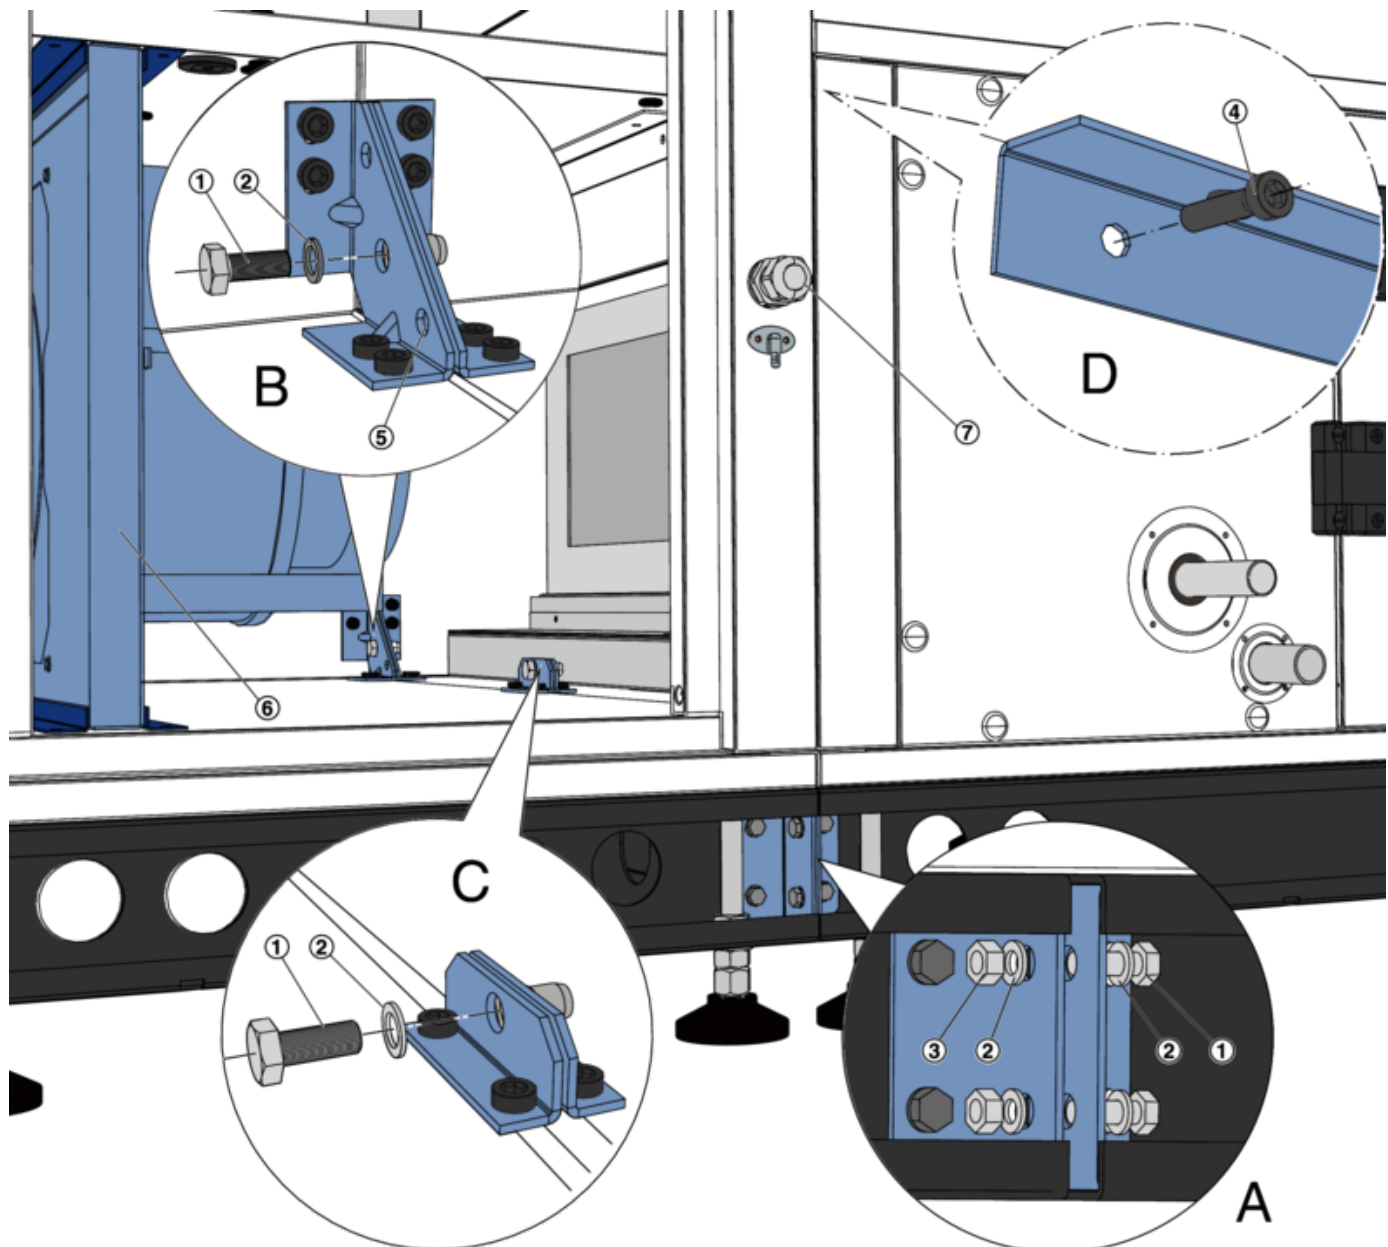

Abb. 21: Zubehörmodul am Gerät verschrauben
- 1 ▶ Zubehörmodul so aufstellen, dass sich die Lochungen der Befestigungspunkte gegenüber stehen (Abb. 21).
- Stirnseiten der Grundrahmen (Abb. 21 /A)
- Knotenbleche, jeweils in den Ecken (Abb. 21 /B)
- Winkel (Abb. 21 /C)
- Winkel (Abb. 21 /D)
P015 bis R/P050 - Zur besseren Erreichbarkeit der Verbindungspunkte kann die Ventilatorwand (Abb. 21 /6) ganz herausgezogen werden.
- 3 ▶ Zubehörmodul auf der Bedienseite am unteren Knotenblech an der Sechskantschraube (Abb. 21 /1) Erden.